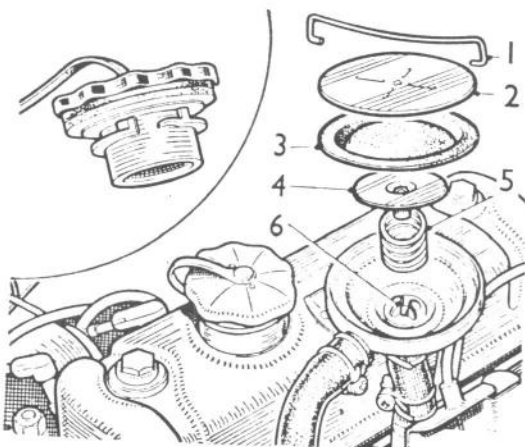

Fig. 1.24.—Dispositivo del respiradero del cárter
- quitar el clip 1 (fig. 1.24) y desmontar la válvula.